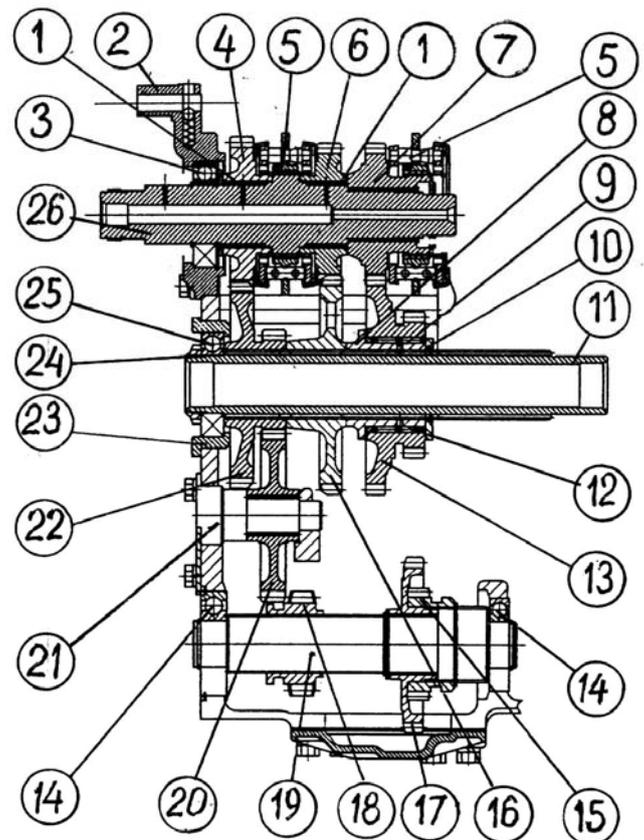

Рис. 5
Механизм передач (рис.5) включает: вал первичный (26), вал промежуточный (11), вал пониженных передач (19),